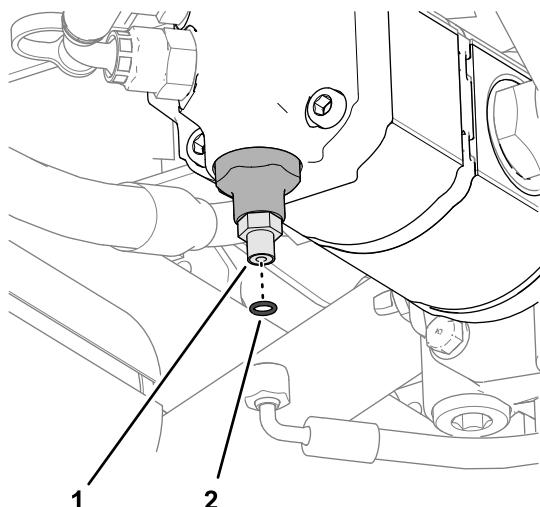

図 134
4. 油圧ポンプ端のストレート継手面にあるOリングを取り外します(図 134)。
5. 新しいOリング 7.6/1.8 mm をストレート継手の溝に取り付けます(図 134)。